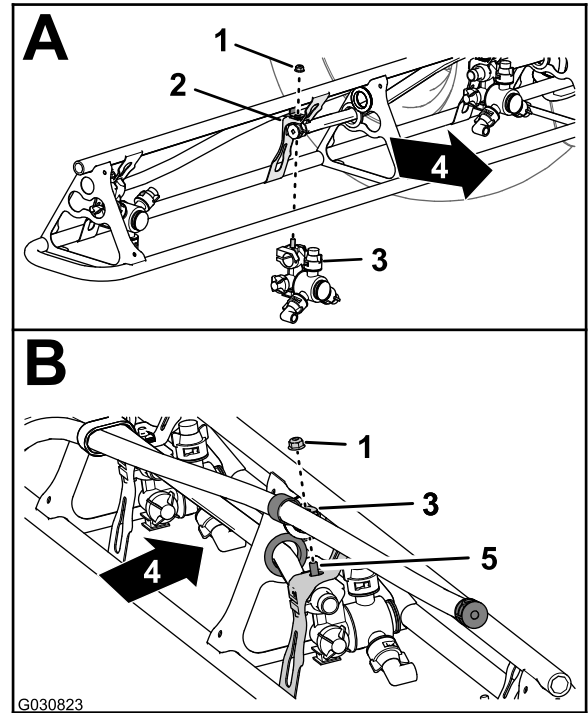

図 132
- ノズル位置1番と4番で、ノズルマウントにノズルを組み付ける 図 132のAステップ2 左右のブームからスプレーノズルを外す (ページ 53)で外したフランジロックナット5/16"を使用する。
- ノズル位置2番と3番で、ノズルマウントにノズルを組み付ける 図 132のAとBステップ2 左右のブームからスプレーノズルを外す (ページ 53)で外したフランジロックナット5/16"を使用する。